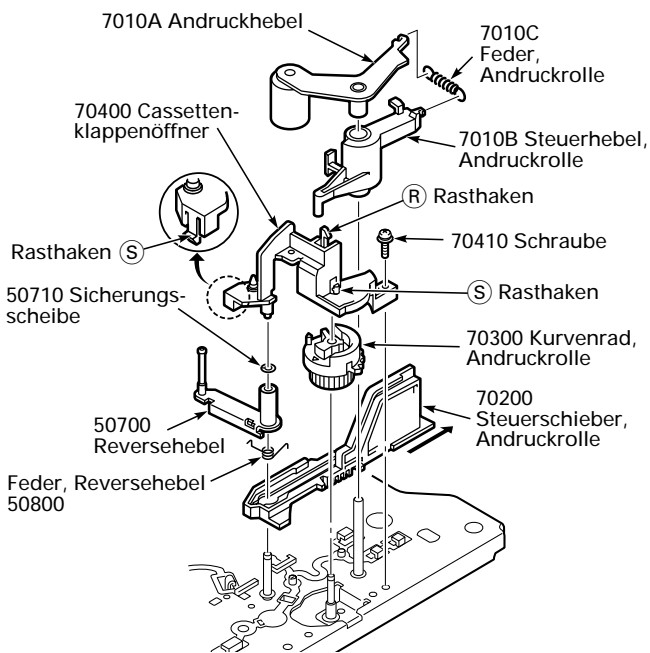

Fig. 8.29
- Andruckrollenfeder (Pos. 7010C) aushängen und Andruckhebel (Pos. 7010A) abnehmen (Fig. 8.29).
- Rasthaken [®] des Cassettenklappenöffners (Pos. 70400) ausrasten und Andruckrollensteuerhebel (Pos. 7010B) abnehmen (Fig. 8.29).
- Schraube (Pos. 70410) herausdrehen, die beiden Rasthaken [®] ausrasten und den Cassettenklappenöffner (Pos. 70400) abnehmen (Fig. 8.29).
- Andruckrollenkurvenrad (Pos. 70300) abziehen (Fig. 8.29).
- Sicherungsscheibe (Pos. 50710) entfernen, Reversehebel (Pos. 50700) und Reversehebelfeder (Pos. 50800) herausnehmen (Fig. 8.29).
- Steuerschieber der Andruckrolle (Pos. 70200) ganz nach hinten schieben und danach herausnehmen (Fig. 8.29).